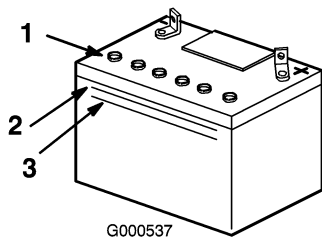

Bild 33
2. Sehen Sie sich die Seite der Batterie an. Der Füllstand muss bis zur oberen Linie reichen (Bild 33). Der Säurestand darf nicht unter die untere Linie fallen (Bild 33).
3. Entfernen Sie die Entlüftungsdeckel von der Batterie (Bild 33).
4. Gießen Sie langsam destilliertes Wasser in jede Batteriezelle, bis der Säurestand die obere Linie (Bild 33) am Batteriegehäuse erreicht.
5. Warten Sie nach dem Füllen der Batteriezellen fünf bis zehn Minuten. Gießen Sie bei Bedarf destilliertes Wasser in jede Batteriezelle, bis der Säurestand die obere Linie (Bild 33) am Batteriegehäuse erreicht.